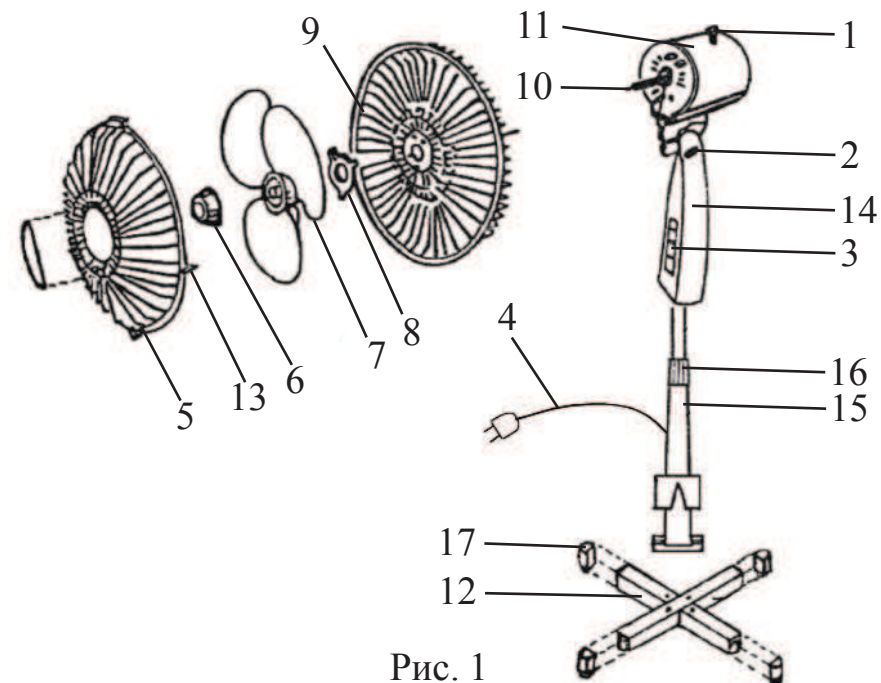

Рис. 1
3.1 Общий вид вентилятора ВЭН - 45 представлен на рис. 1
6.1 Установите заднюю защитную решётку **9** (Рис. 1) на блок электродвигателя **11** (Рис. 1). Затяните гайку **8** (Рис. 1).
6.2 Установите лопасти **7** (Рис. 1) на вал **10** (Рис. 1). Закрепите лопасти с помощью соответствующей гайки **6** (Рис. 1), затянув её против часовой стрелки.
6.3 Установите переднюю защитную решётку **5** (Рис. 1). Закрепите её с помощью кольца - зажима **13** (Рис. 1).
6.4 Установите собранный блок на корпус вентилятора **14** (Рис. 1) и прочно закрепите с помощью винта **2** (Рис. 1). Винтом **2** (Рис. 1) так же можно регулировать вертикальное положение блока.
6.5 Оденьте заглушки **17** (Рис. 1) на основание вентилятора **12** (Рис. 1).
6.6 Соедините телескопическую трубу **15** (Рис. 1) с крестоиной основания и зафиксируйте винтами.
6.7 Установите корпус вентилятора **14** (Рис. 1) на телескопическую трубу **15** (Рис. 1).
Высота регулируется винтом **16** (Рис. 1)
7.2 Для включения режима поворота вентилятора в горизонтальной плоскости нажмите (утопите) кнопку включения режима поворота вентилятора **1** (Рис. 1). Для отключения режима поворота вентилятора в горизонтальной плоскости вытяните кнопку выключения режима поворота вентилятора **1** (Рис. 1).
7.4 Направление потока воздуха можно изменить, опуская или приподнимая блок электродвигателя с помощью винта **2** (Рис. 1).